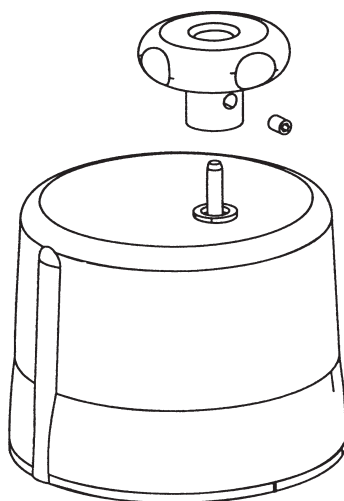

Fig. 2
2.4 Montaggio del coperchio dell'attuatore (fig. 2)